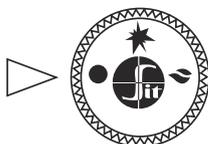

Рис. 9
- 7.2. В исходном (выключенном) положении ручка управления находится в положении «**точка**» (рис. 9). Пилотная и основные горелки погашены (подача газа к ним заблокирована).
- 7.5. **Выключение аппарата** производится путем поворота ручки в положение «**точка**» (рис. 9). При этом пилотная и основные горелки (если горят) погаснут.